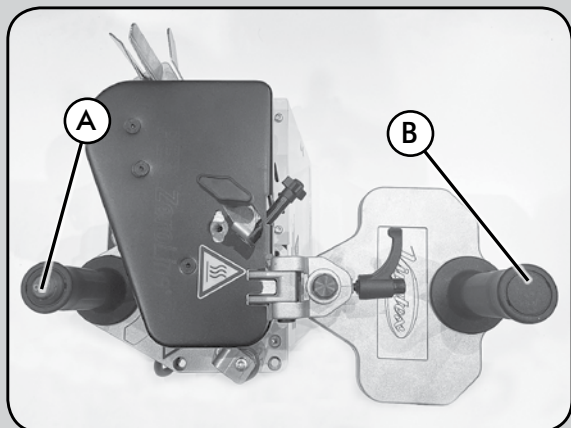

Abb. 5
- Stellen Sie sicher, dass die beiden Griffe A und B (Abb. 5) wie gezeigt ausgerichtet sind.